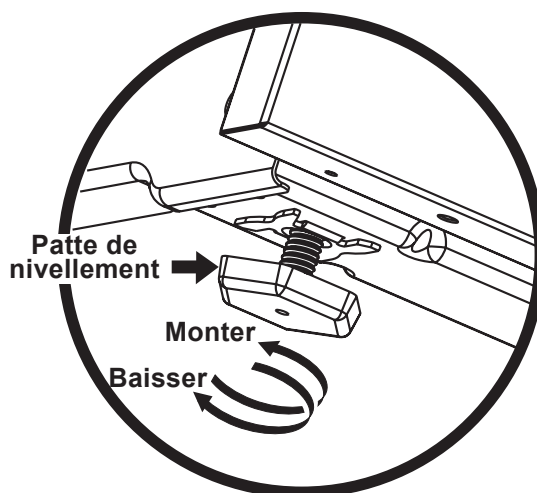
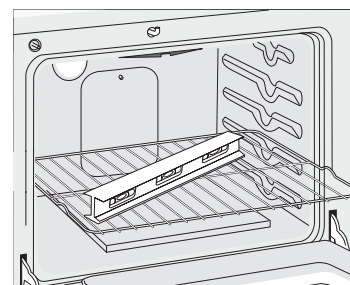

Figure 11
Figure 15
3. Vérifiez si l'appareil est à niveau en installant une grille au centre du four et en plaçant un niveau à bulle sur cette dernière (Figure 15).
2. Déposez un niveau à bulle sur la grille (figure 15). Prenez 2 lectures en plaçant le niveau en diagonale dans une direction, puis dans l'autre direction. Si nécessaire, ajustez les 4 vis de nivellement avec une clé à molette (voir figure 11).